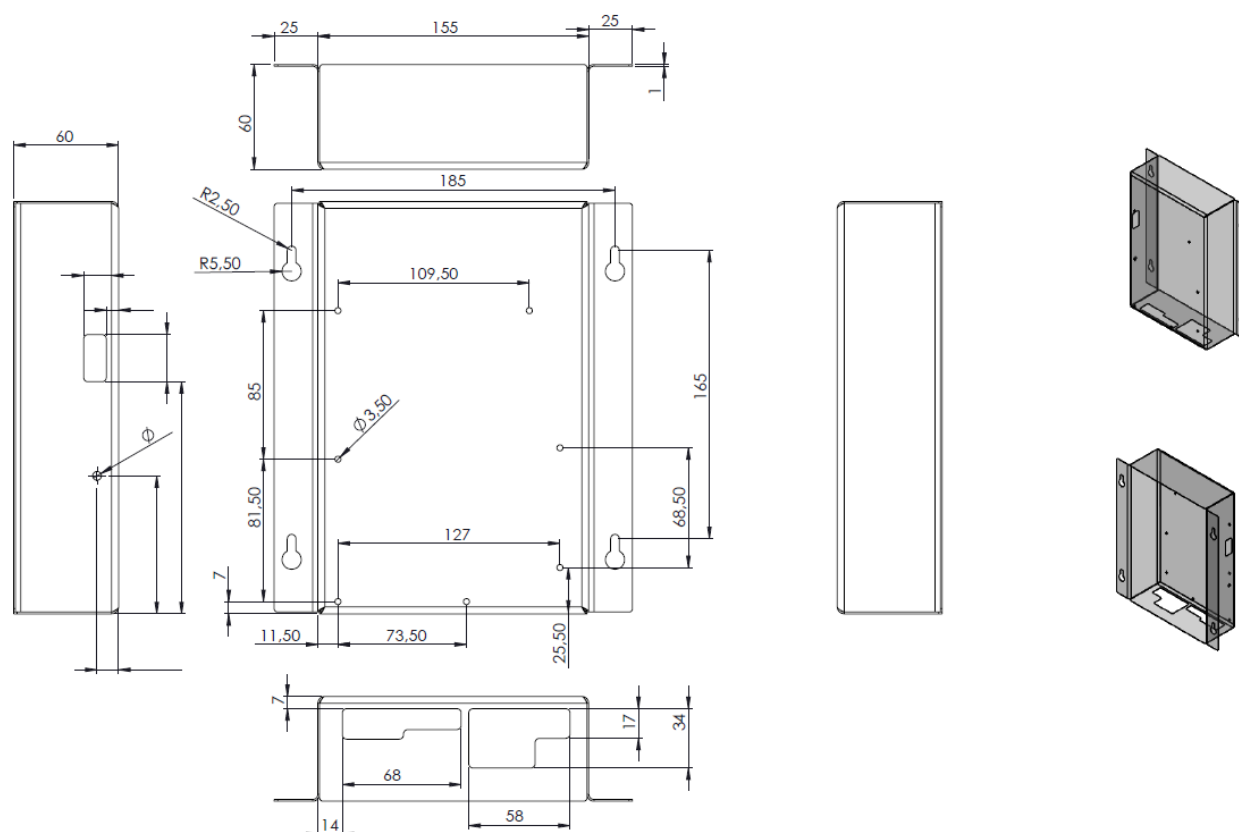

Figura 8 – Vista d'insieme e dimensioni box scheda elettronica
- spazio libero per l'elettronica di controllo solidale con lo sportello (vedasi figura 8 per dimensioni cassetto).